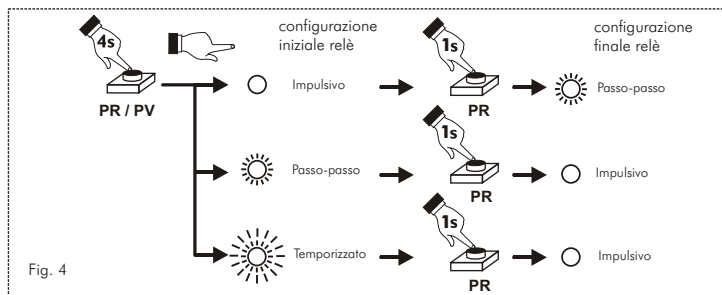

Fig. 4
17.0 Impostazione relè RR (RV) - (Fig. 4)